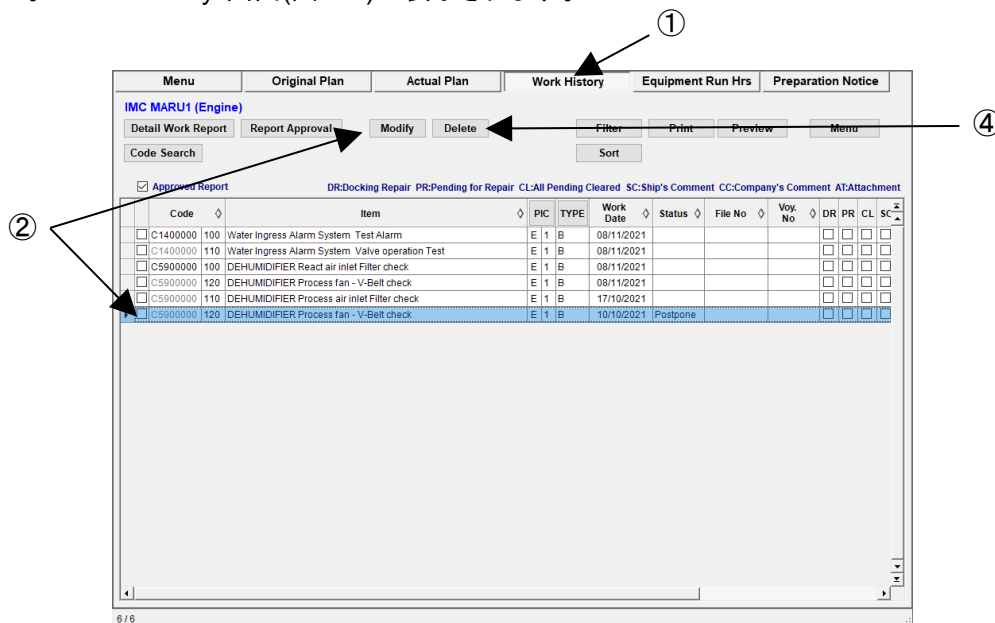

図 7-1 Work History 画面
- (1) 作成済みの Work Report を、修正又は削除する場合、[Work History]タブを選択してください。”Work History”画面(図 7-1)が表示されます。